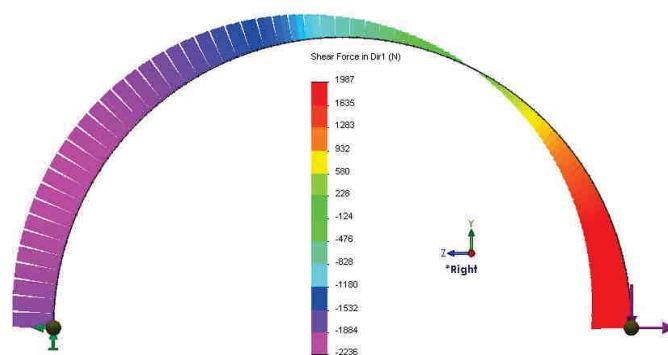

Fig. 8.4
Pentru vizualizare diagramă forțe tăietoare T, fig. 8.4:
- To view the shear T diagram, fig. 8.4: